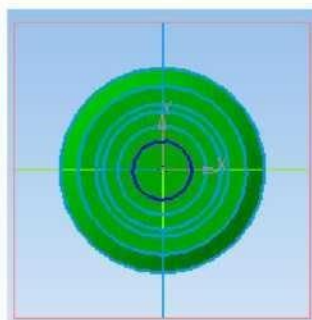

Рис. 9.
13. Постройте в центре эскиза окружность диаметром 10 мм (рис. 9).